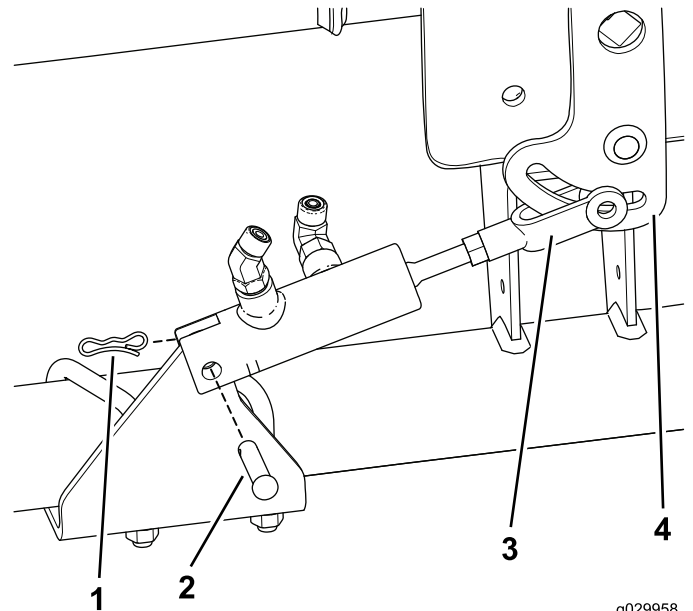

図 8
2. 油圧シリンダをシリンダマウントに取り付けるクレビスピンとロッキングコッターピンを使用する 図 8。
3. ヨークリンクの穴を、走行レバーのスロットに合わせる 図 8。